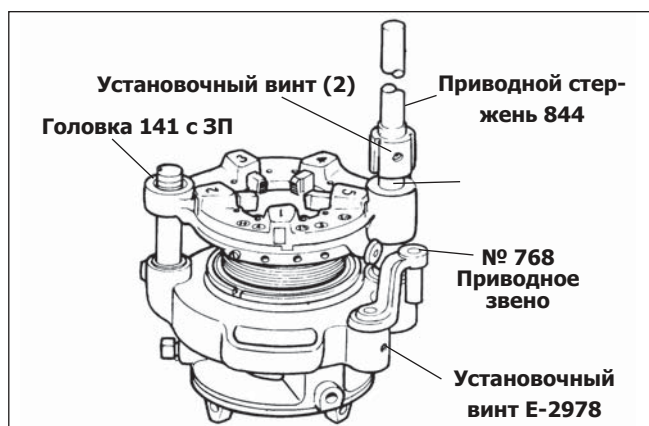

Рисунок 24 – Головка №141 с установленным приводным стержнем №844
3. Установите приводной стержень 844 на приводной вал головки 141 и затяните 2 установочных винта. (Рисунок 24)
4. Вставьте большой стержень приводного звена в отверстие головки 141 и затяните установочный винт так, чтобы приводной рычаг держался на месте. Приводное звено должно иметь возможность свободно вращаться. (Рисунок 24)